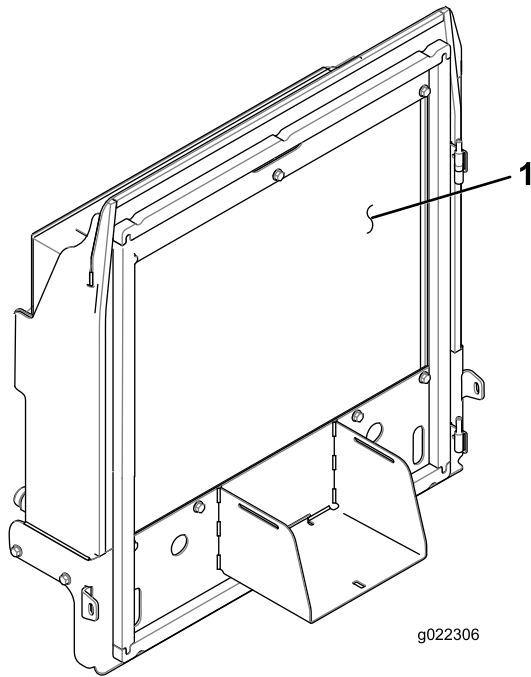

Figura 70
- Pulite accuratamente entrambi i lati del radiatore/refrigeratore dell'olio utilizzando aria compressa (Figura 70).